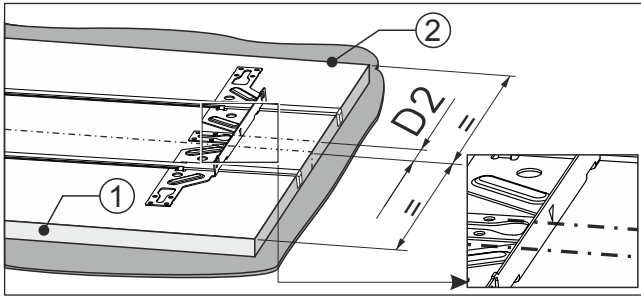

Fig. 94
- Markierung der Befestigungstraverse liegt auf der Markierung Fig. 94 (D2).